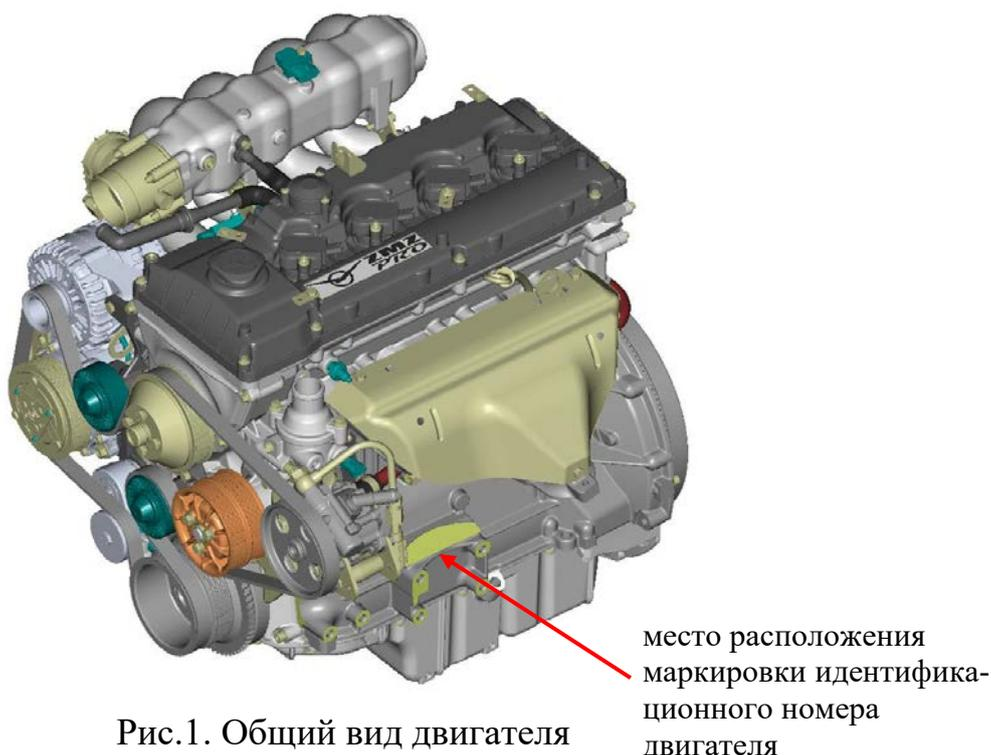
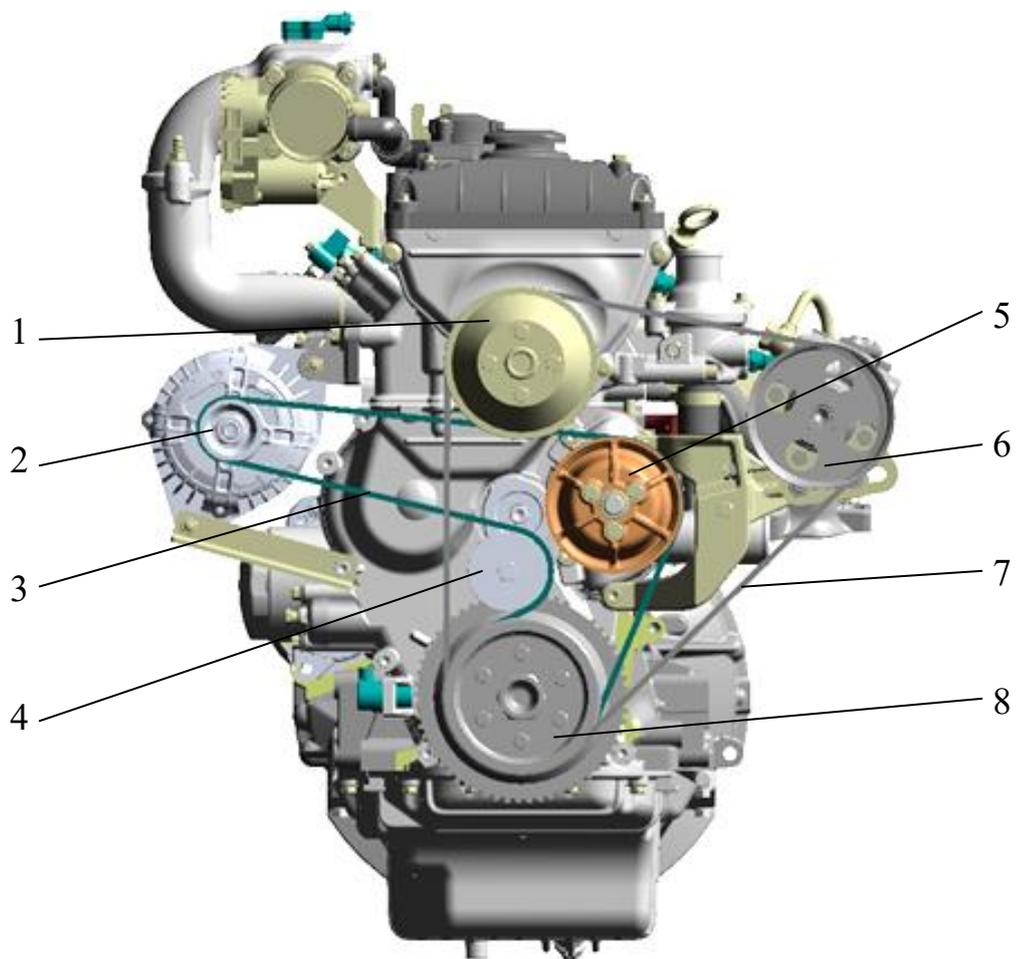

Рис.1. Общий вид двигателя
Рис.8. Вид спереди двигателей с насосом ГУР:
Общий вид, поперечный и продольный разрезы, внешняя скоростная характеристика двигателей приведены на рис.1,10,11, 12 соответственно. Виды двигателя ЗМЗ-409051.10 – на рис.2-5. Виды двигателя ЗМЗ-409052.10 с обозначением его основных отличительных особенностей от двигателя ЗМЗ-409051.10 – на рис.6-7. На рис.8, 9 на виде спереди показаны различные возможные варианты привода вспомогательных агрегатов двигателей.
**Идентификационный номер двигателя** наносится в одну строчку на обработанную поверхность площадки блока цилиндров, находящейся с левой стороны над бобышками крепления передней опоры двигателя (рис.1).